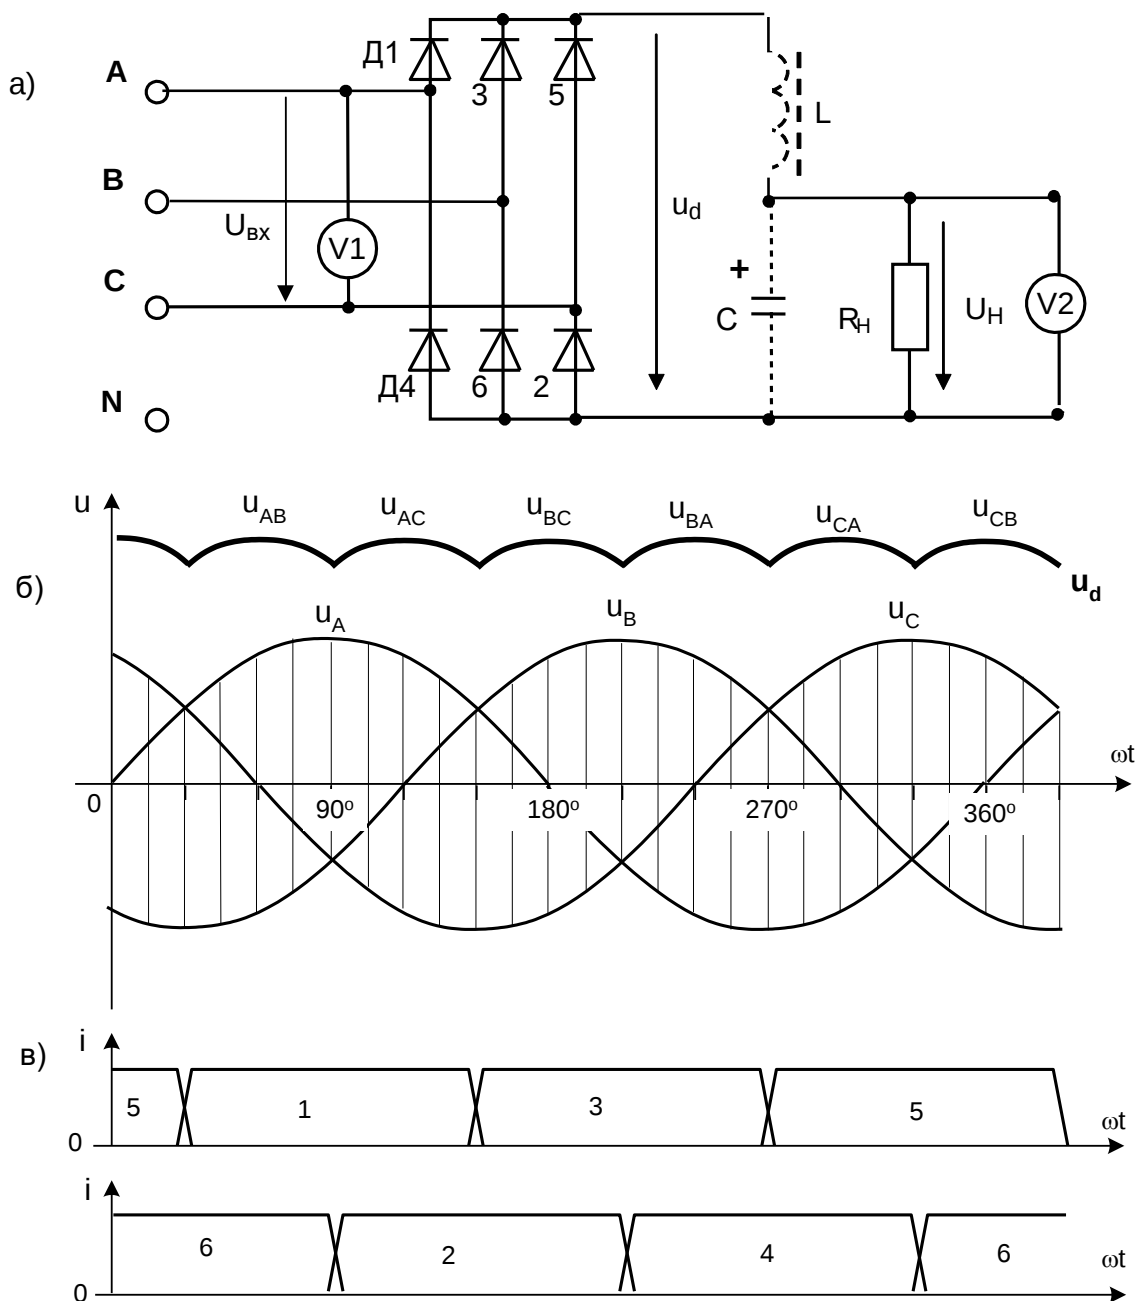
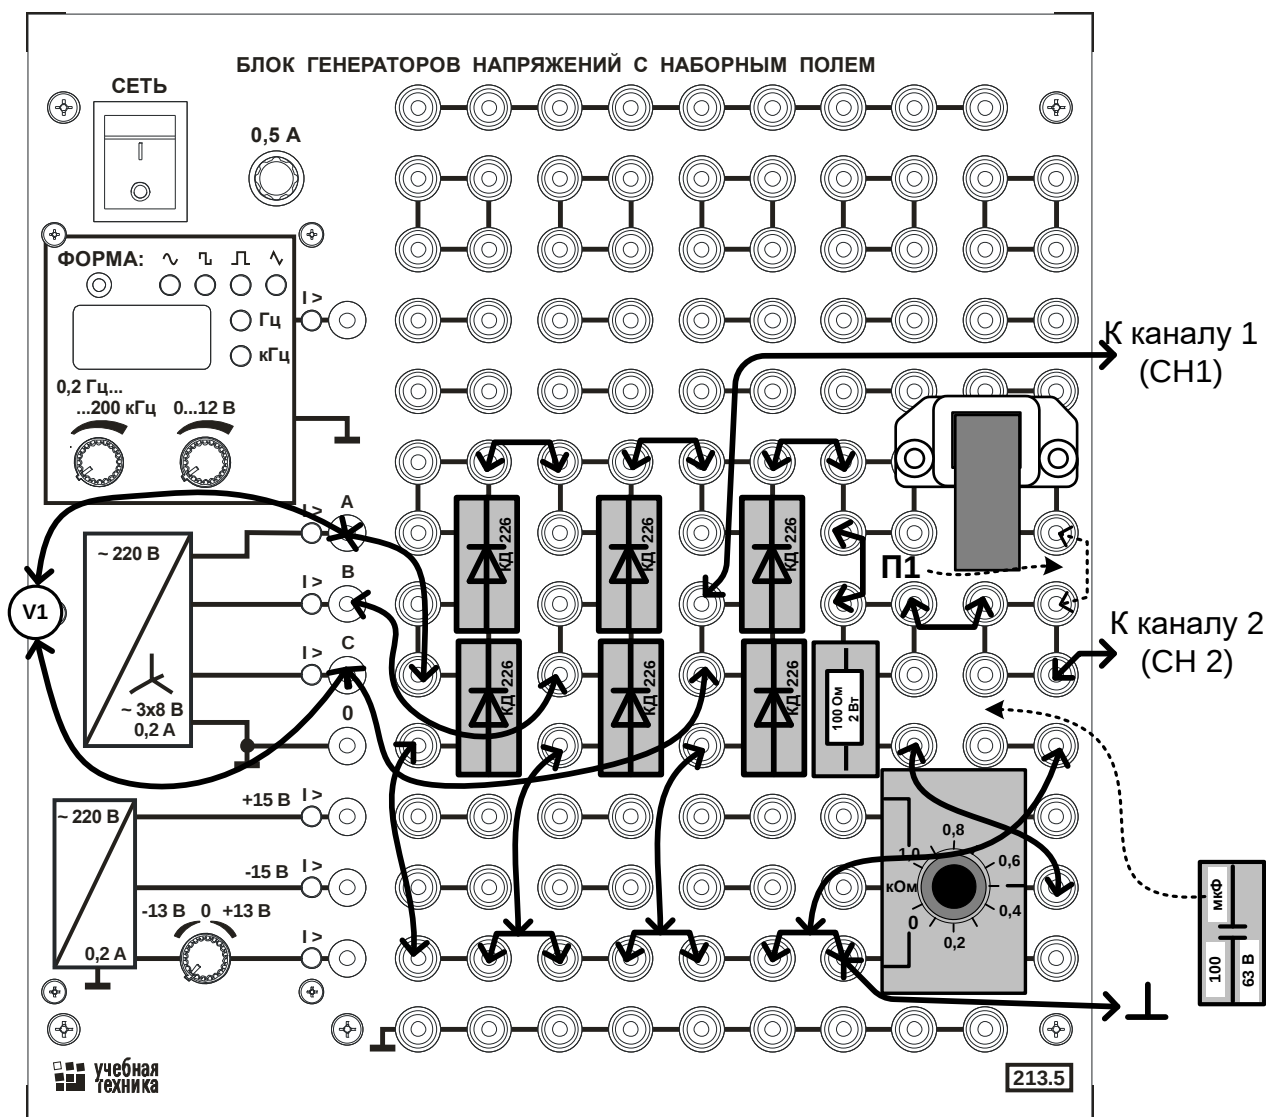

Рис. 6.6. Схема выпрямления трёхфазного напряжения.
Рис. 6.7. Монтажная схема.
Чаще всего используется мостовая схема выпрямления трёхфазного напряжения (рис. 6.6а). Она состоит из 6 вентилей (полупроводниковых диодов) и питается линейными напряжениями трёхфазного источника. На рис. 6.6б показаны кривые фазных напряжений источника питания u_A , u_B , u_C и кривая выпрямленного напряжения u_d . Выпрямленное напряжение образуется разностью фазных напряжений, т.е. линейными напряжениями. В нечётной группе вентилей в открытом состоянии находится тот вентиль, у которого на аноде положительное наибольшее напряжение, а в чётной – тот вентиль, у которого на катоде отрицательное наименьшее напряжение. Разность положительного наибольшего напряжения и отрицательного наименьшего напряжения и есть выпрямленное напряжение на выходе трёхфазного моста. Эта разность на рис. 6.6а заштрихована. Так на отрезке $30^\circ < \omega t < 150^\circ$ открыт диод Д1, так как напряжение u_A на этом отрезке имеет наибольшее значение. В чётной группе вентилей на отрезке $90^\circ < \omega t < 240^\circ$ открыт диод Д2, так как у него на катоде напряжение u_C имеет наименьшее значение. При $\omega t = 150^\circ$ диод Д1 закрывается и открывается диод Д3, а при $\omega t = 240^\circ$ закрывается диод Д2 и открывается Д4. На рисунке 6.6в показаны графики токов в диодах.
- Соберите цепь трехфазного мостового выпрямителя согласно принципиальной схеме (рис. 6.6) и монтажной схеме (рис. 6.7), На схеме V1 – мультиметр для измерения действующего значения синусоидального напряжения V2 — мультиметр для измерения постоянного (выпрямленного) напряжения. Сопротивление нагрузки R_H состоит из двух последовательно соединённых резисторов - постоянного 100 Ом и переменного 1000 Ом и в первом опыте может быть любым от 100 до 1100 Ом. В качестве индуктивности используйте катушку трансформатора 900 витков, вставив между половинками сердечника полоски обычной писчей бумаги в один – два слоя, чтобы в магнитопроводе образовался немагнитный зазор. В первом опыте $C=0$ и $L=0$ (на монтажной схеме конденсатор отсутствует, а перемычка П1 находится в исходном положении, показанном сплошной линией).